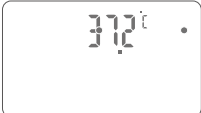
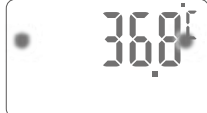

図6 近すぎる場合
図8 遠すぎる場合
本器が近すぎたり、遠すぎたりすると体温が2個の点(測定距離確認ポイント)のいずれかに部分的に重なって投射されます。(図6、図8参照)
- 本器が近すぎたり、遠すぎたりすると温度が2個の点(測定距離確認ポイント)のいずれかに部分的に重なって投射されます。(図6、図8参照)